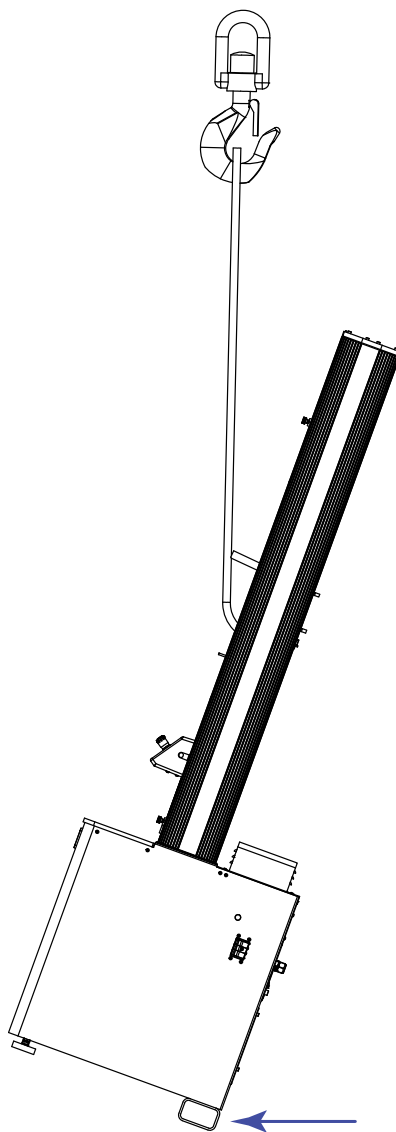

Figura 24. Colocación del bastidor en posición vertical
5. Eleve lentamente el bastidor hasta ponerlo en posición vertical (consulte la Figura 24 en la página 82).
Durante la elevación, asegúrese de que las únicas partes que entren en contacto con la plataforma de transporte o el suelo sean los soportes tubulares en la parte trasera de la base del bastidor (indicados por la flecha en la Figura 24 en la página 82).